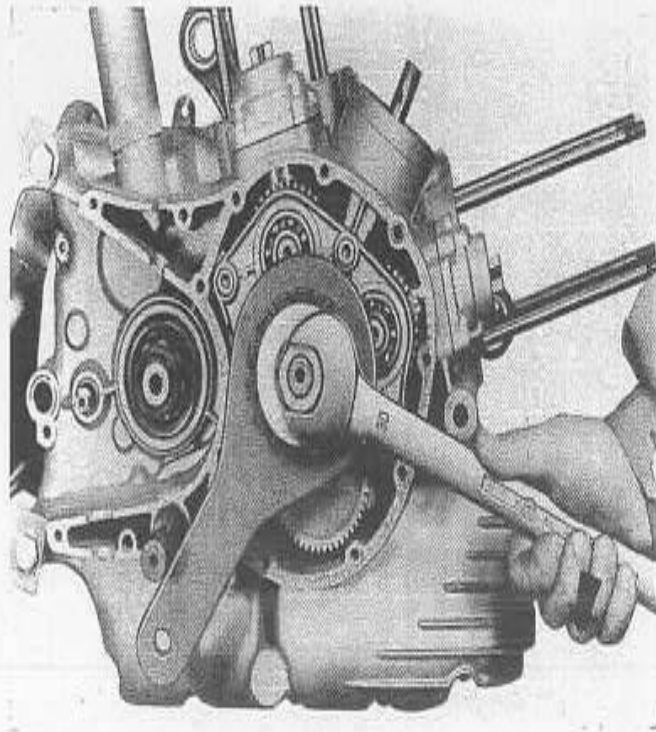

Fig. 84
- 5) Montare l'attrezzo a chiave dis. 88713.0108 sui poli del rotore e metterlo in appoggio contro l'albero di avviamento come mostra la fig. 84.
- 5) Fit the wrench no. 88713.0108 on the rotor poles and supported against the start shaft as shown in fig. 84.